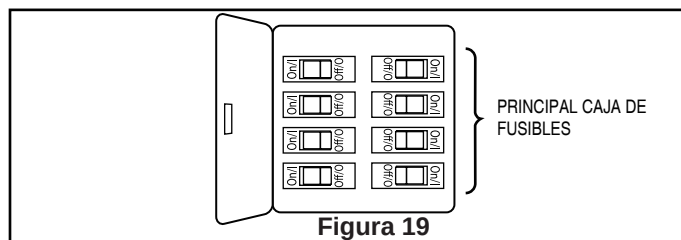

Figura 19
- ☐ 1. Vuelva a conectar la corriente eléctrica en la caja de distribución eléctrica mediante la conexión de la electricidad en la caja de fusibles principal. (Figura 19)